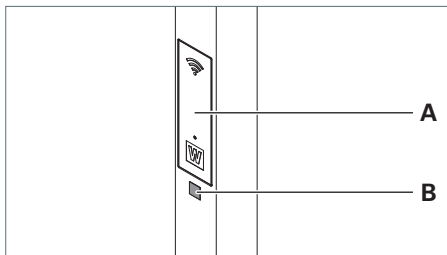

Fig. 21: QR-Code scannen.
- Scannen Sie den QR-Code **B** der Leuchte, der sich am Standrohr unterhalb der Serviceklappe **A** befindet, siehe Fig. 21.